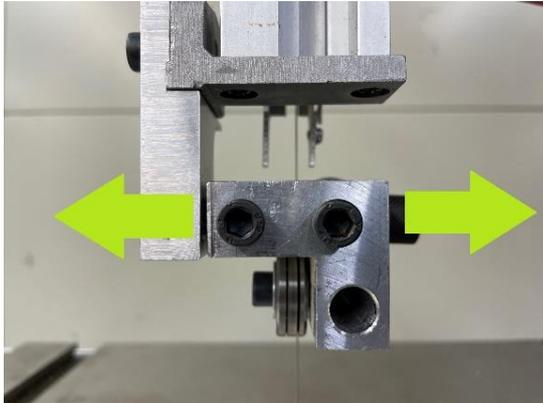

Figure 18
- Stellen Sie die Führung auf der Befestigungsachse mit den beiden Schrauben M6 x 12 seitlich so ein (Fig 18), dass die **RECHTE** Nut des Lagers genau in der Achse der Klinge liegt (Fig 18-19).